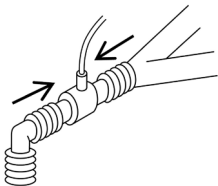

Abbildung 1
1. Den Atemwegadapter mit dem proximalen Ende des Atemkreislaufs zwischen dem Endotrachealtubus und dem Y-Stück des Beatmungsgeräts verbinden, siehe Abbildung 1.